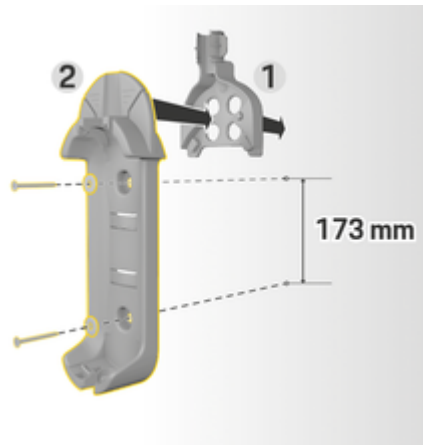

Bild 73 Borrmått
3. Tryck in vägghållaren (basutförande) 2 (Bild 73) i kabelhållaren 1 (Bild 73) framifrån.